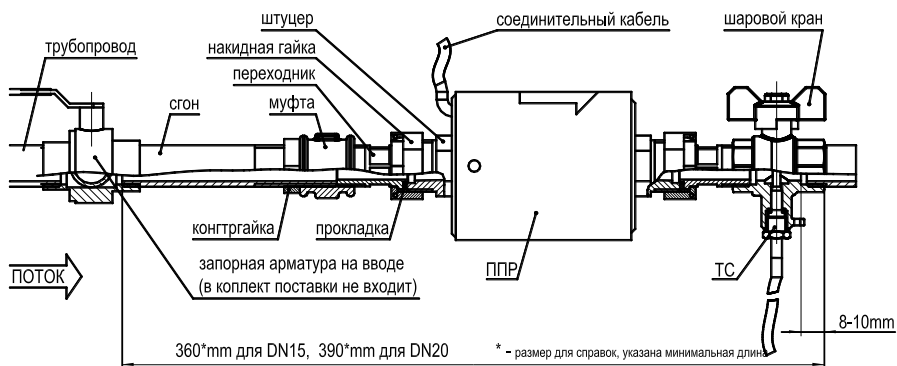

рис. 5.4
- в выбранном месте установки первичного преобразователя необходимо вырезать участок трубопровода с учётом габаритной длины ППР, переходников, шарового крана и сгона (см. рис. 5.4).
- установить ТС в шаровый кран (см. рис. 5.4).